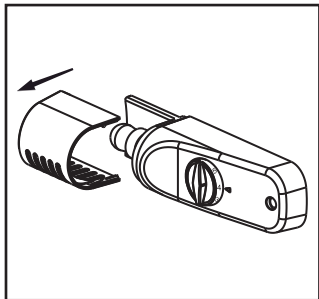

Figura 1
- Mover o protetor da lâmpada 3-5mm no sentido indicado pela seta (figura 1).
- Retirar o protetor da lâmpada (figura 1).